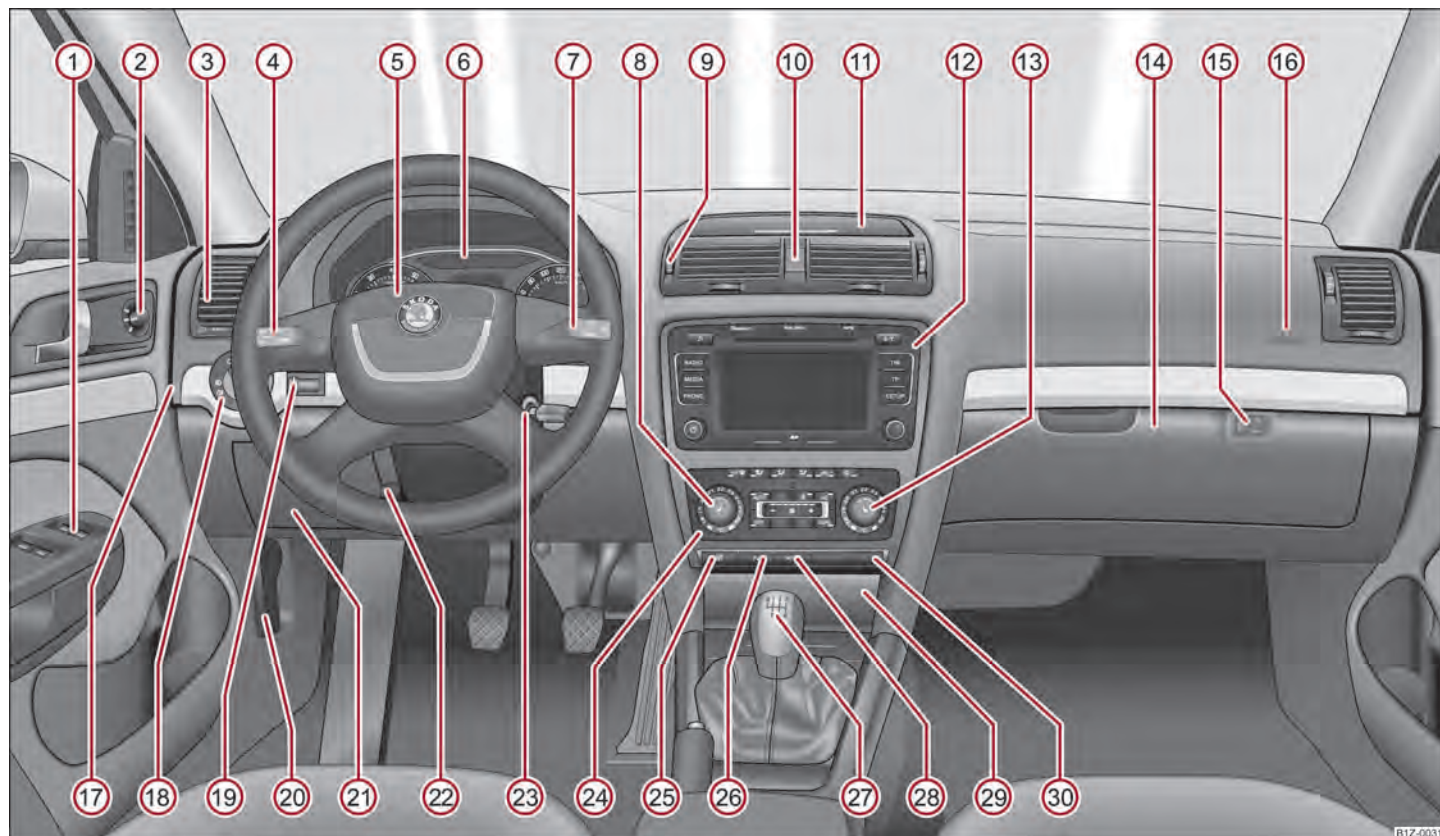

Fig.1 Poste de conduite
- La disposition des commandes diffère partiellement de celle indiquée dans ⇒ fig. 1 sur les véhicules avec direction à droite. Les symboles des commandes sont toutefois identiques.